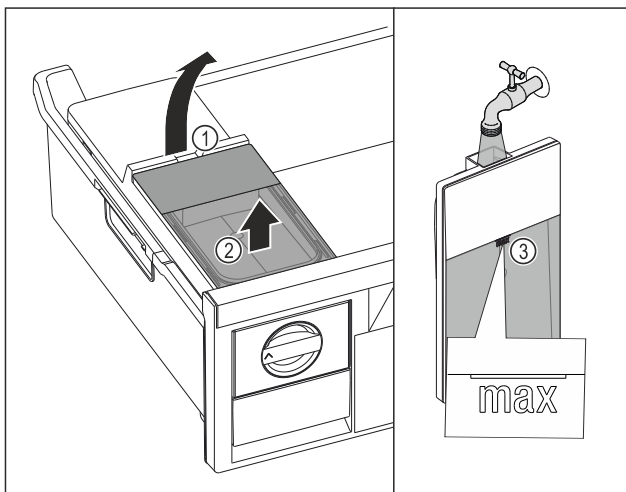

Fig. 149
- ▶ Wassertank an der Ausparung Fig. 149 (1) anheben.
- ▶ Wassertank nach oben entnehmen. Fig. 149 (2)
- ▶ Wassertank bis zur Markierung Fig. 149 (3) mit Trinkwasser befüllen.